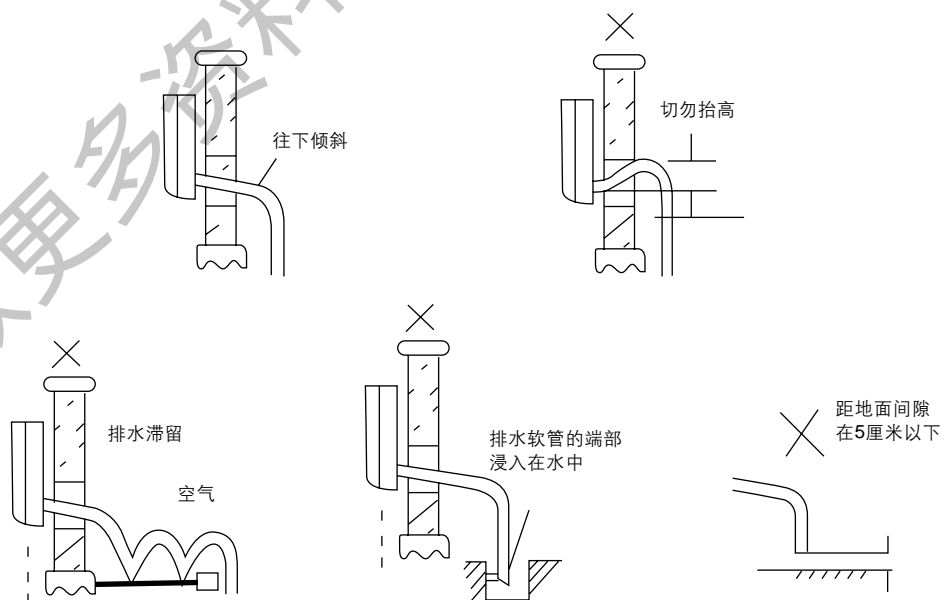
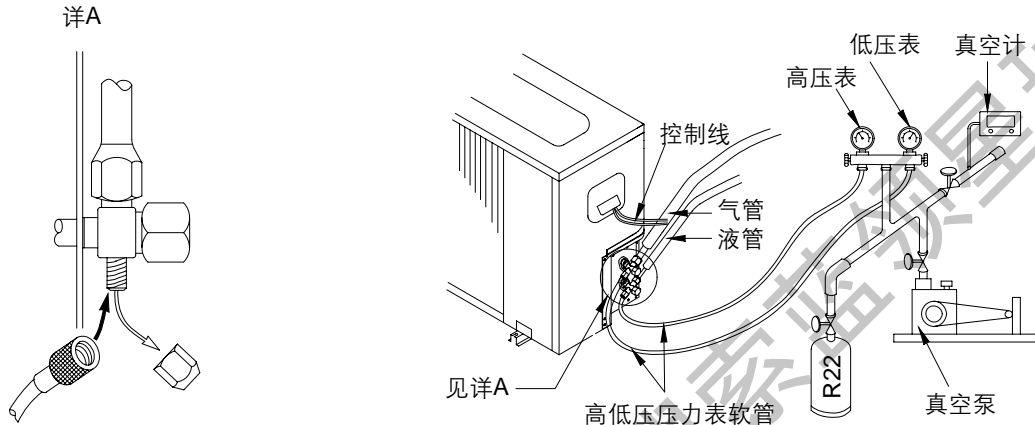

图19
图20
2. 用整孔钻或锉刀去除铜管末端的毛刺，如图19和图20所示。整孔时，保持铜管末端朝下以确保没有铜屑掉入铜管中。
**注意：**切勿使排水管连接出现如图19所示的五种情况。
1. 拆下阀帽，用辅助管将充注口与测压仪和真空泵连接(见图20)。